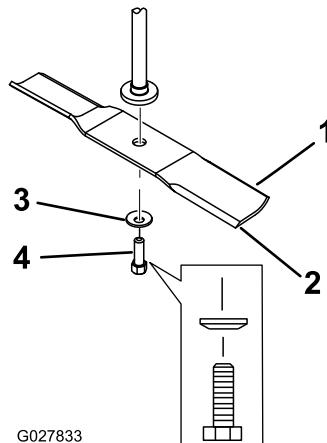

Figure 48
Tenez la lame par son extrémité avec un chiffon ou un gant épais. Enlevez de l'axe, le boulon, la rondelle bombée et la lame (Figure 48).
1. Placez la lame sur l'axe (Figure 48).
2. Montez la rondelle bombée (face concave vers la lame) et le boulon de lame (Figure 48).